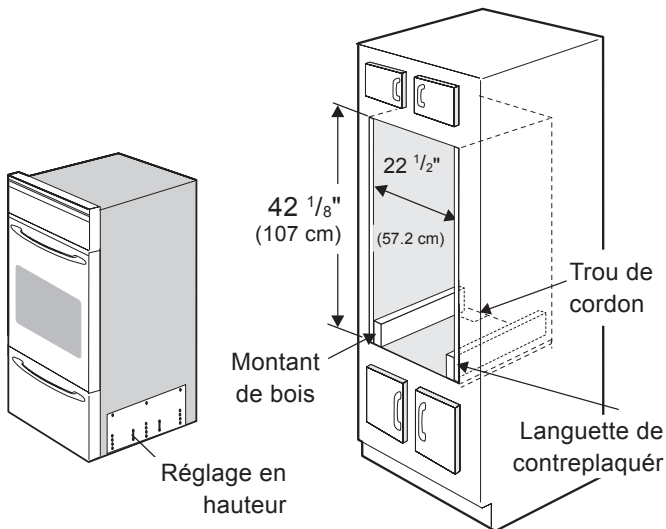

Figure 4
- Si la hauteur d'ouverture mesure 107 cm (42½ po), réduire le réglage en hauteur de 2,540 cm (1 po) (voir section 4) et fixer des montants de bois de 2 x 4 x 22 de chaque côté au bas de l'ouverture (voir figure 4).